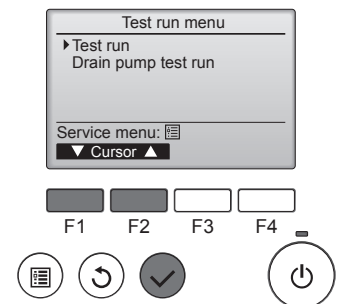

Fig. 7-2
- ② Odaberite „Test run“ (Probni rad) iz izbornika Probni rad, a zatim pritisnite gumb [ODABER]. (Fig. 7-2)
- ③ Počinite probni rad i prikazuje se operativni zaslon Probni rad.